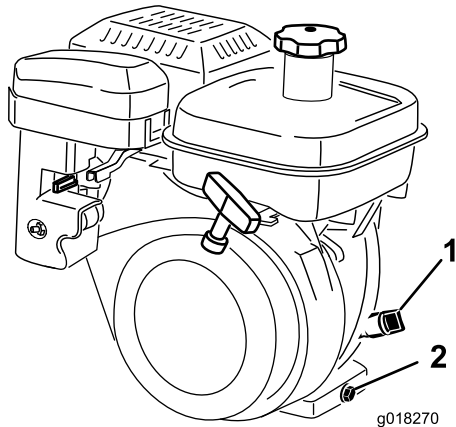

Bild 34
2. Stellen Sie die Maschine so, dass der Motor eben ist und reinigen Sie dann den Bereich um den Ölpeilstab (Bild 34).
3. Drehen Sie den Ölpeilstab nach links, um ihn abzunehmen (Bild 34).
2. Stellen Sie eine Auffangwanne am Heck der Maschine unter die Ablassschraube (Bild 34). Lösen Sie die Ablassschraube.